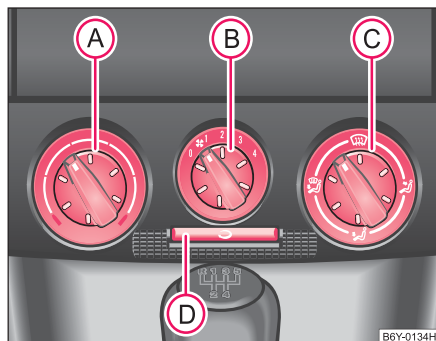
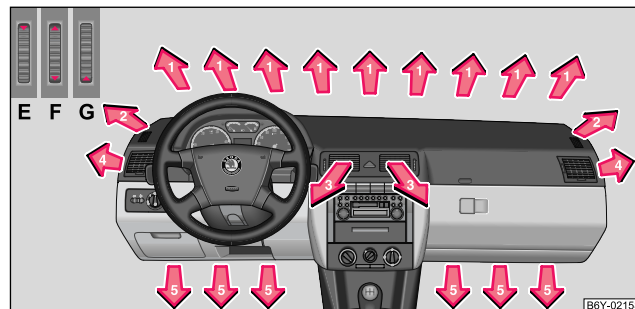

Fig. 78 Chauffage:
Fig. 79 Diffuseurs d'air
- Faites tourner le régulateur rotatif **A** ⇒ fig. 78 vers la droite pour augmenter la température.
- Régulateur rotatif (A) ⇒ page 89, fig. 78 à fond vers la droite
- Régulateur rotatif (B) sur la position 4
- Régulateur rotatif (C) sur la position
- Diffuseurs d'air 4 ⇒ page 91, fig. 79 ouverts et orientés vers la vitre latérale.
- Régulateur rotatif (A) ⇒ page 89, fig. 78 à fond vers la gauche
- Régulateur rotatif (B) sur la position souhaitée
- Ouvrir les diffuseurs d'air 3 et 4 ⇒ page 91, fig. 79
⇒ page 89, fig. 78.
La circulation d'air de recyclage s'arrête automatiquement si l'on met le régulateur de diffusion d'air **C** sur la position  ⇒ page 89, fig. 78
De l'air réchauffé ou non réchauffé sort de tous les diffuseurs d'air selon la position du régulateur rotatif **A** ⇒ page 89, fig. 78.
- Diffuseur d'air complètement ouvert** - molette verticale sur position **F** ⇒ fig. 79